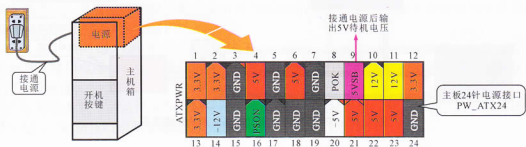

图 1-14 接通主板的电源
当给电脑的 ATX 电源加上交流 220V 电压时，ATX 电源电路部分开始工作，电源接口的第⑨脚输出 +5V 的待机电压，待机 5V 电压为主板上的开机电路供电，使主板处于待机状态，如图 1-14 所示。